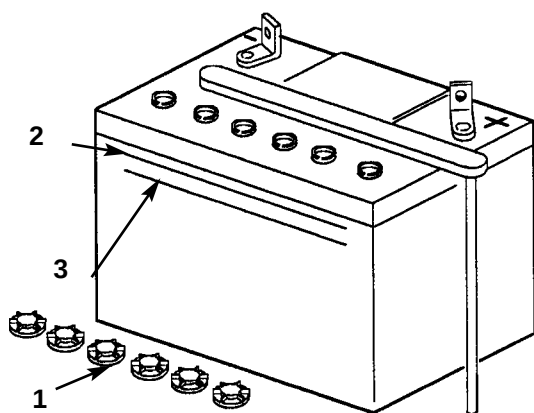

Fig. 23
2. Se på siden af batteriet. Elektrolytten skal stå op til den "ØVERSTE" (UPPER) (fig. 23) streg. Man må ikke lade elektrolytten falde under den "NEDERSTE" (LOWER) streg (fig. 23).
2. Skru påfyldningsdækslerne af (fig. 23).
3. Hæld langsomt destilleret vand ned i hver battericelle, til elektrolytten står op til "ØVERSTE" streg (fig. 23) på batterihuset.